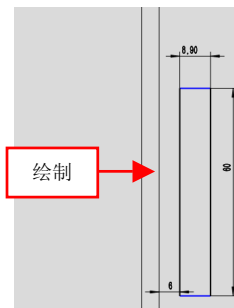

图 13-78 绘制草图对象
(9) 单击【拉伸切除】按钮, 选取展开钣金的右侧的外表面对象，进入草图绘制环境，绘制草图对象，如图 13-78 所示。